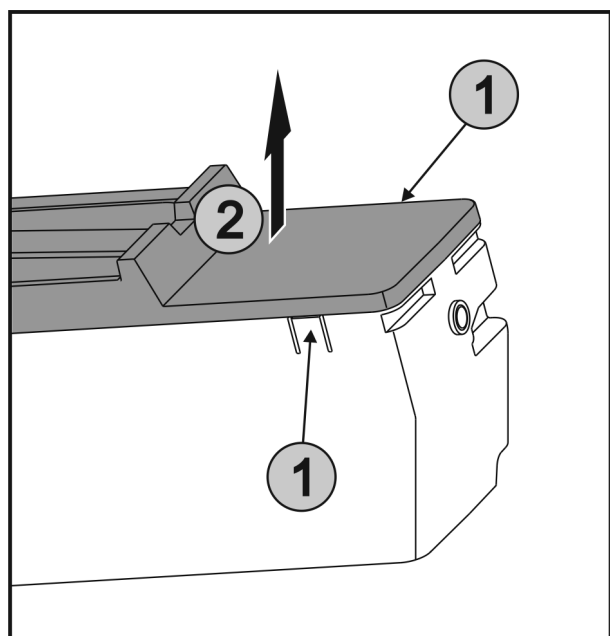

Fig. 41
- ▶ Pritisnite istodobno spojnice Fig. 41 (1) na obje strane EasyTwist-Ice-a i skinite poklopac Fig. 41 (2) prema gore.